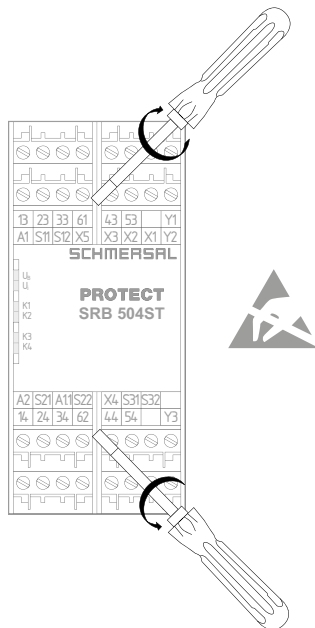

Fig. 2
Apertura del coperchio frontale. (Fig. 2)
- Il tasto S1 si trova sotto il coperchio frontale del modulo (vedere Fig. 2 e 3).